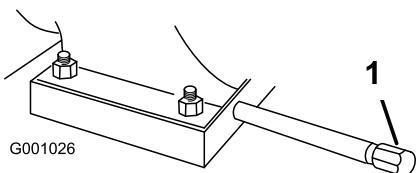

Рисунок 50
- Очистите поверхность вокруг пробки для слива масла (Рисунок 50).